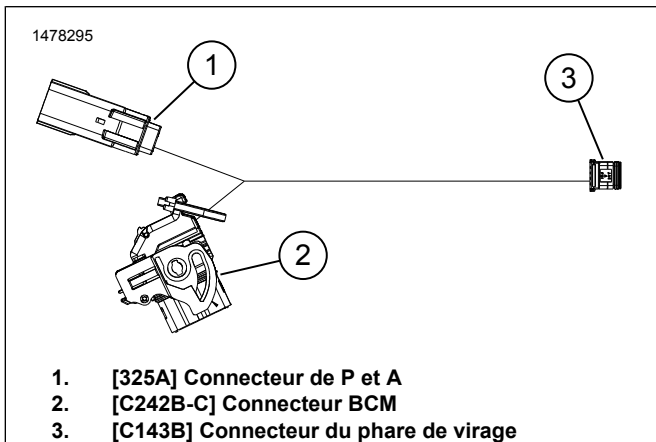

Figure 6. Faisceau de phare adaptatif au DEL
7. Voir la Figure 6. Installer un faisceau de phare adaptatif au DEL :
8. Acheminer le faisceau et le connecteur de phare (3) le long du faisceau principal à l'intérieur du rail de cadre de gauche vers le phare.
9. Voir la Figure 6. Brancher le connecteur de phare de virage (3).
1. Voir la Figure 6. Retirer le connecteur (3). Consultez le manuel de diagnostic électrique.